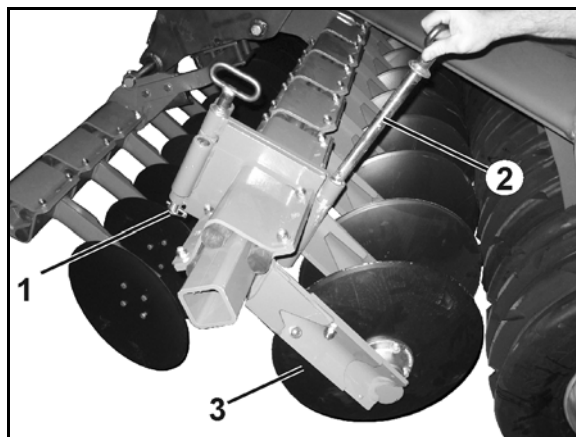

Fig. 77
- 8.1 Løsne akselpinnen (Fig. 77/1).
- 8.2 Trekk ut låsebolten (Fig. 77/2).
- 8.3 Slå ned kantskiven (Fig. 77/3) og fest den i denne stillingen med bolten.